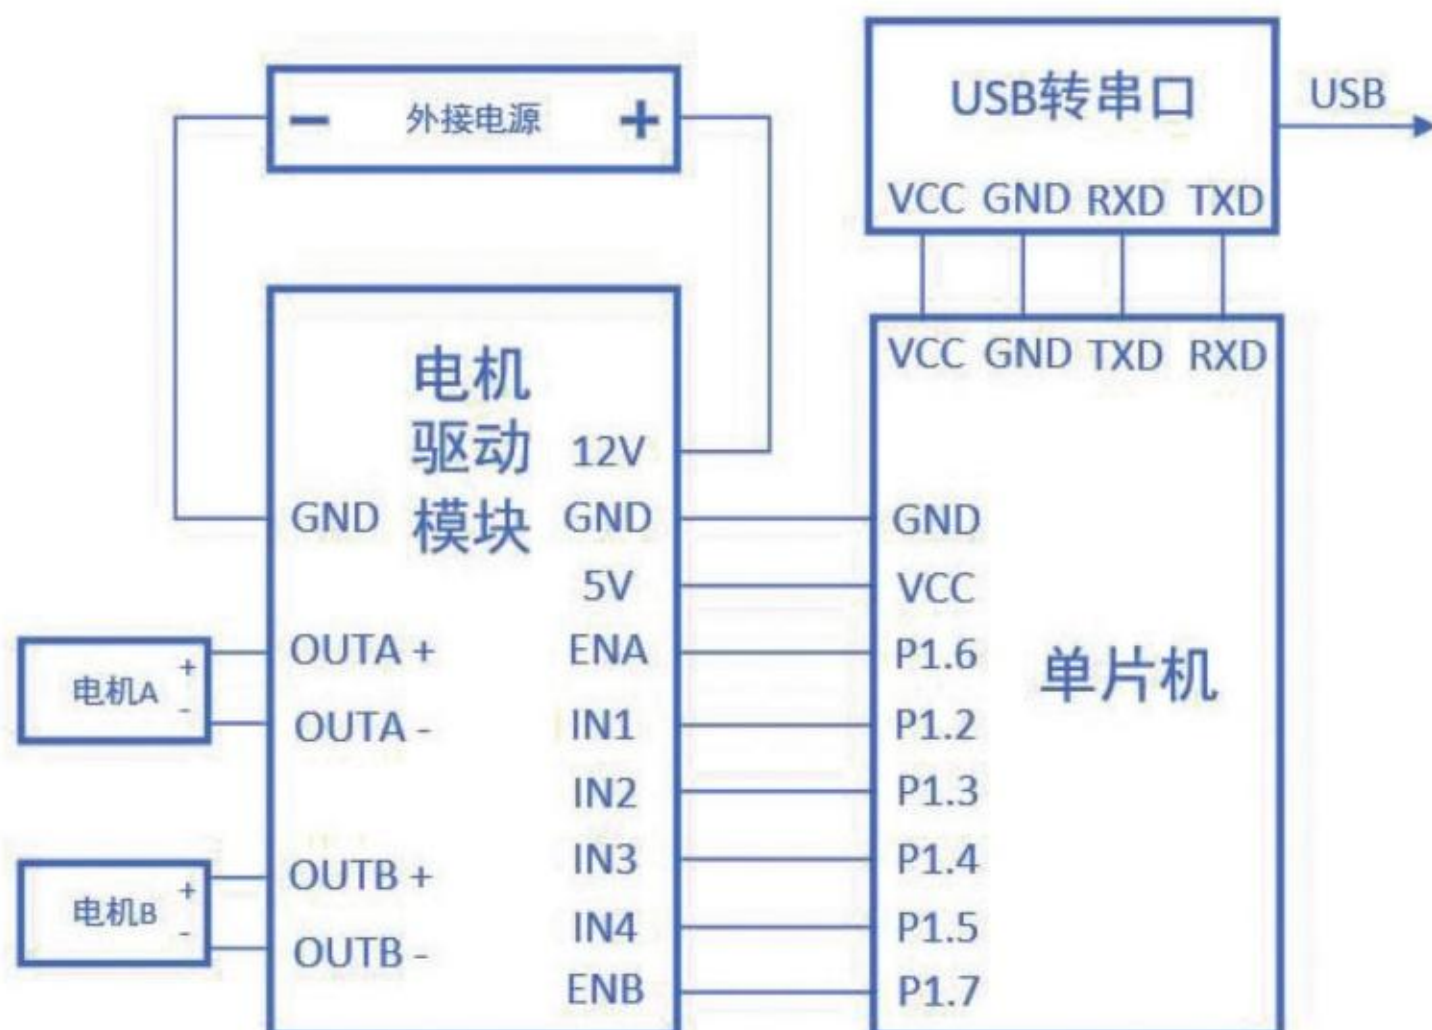

图3-18 电机驱动连接电路图
- (1) 装配智能车车架；
- (2) 按照图3-18的电路图连接各电路模块；